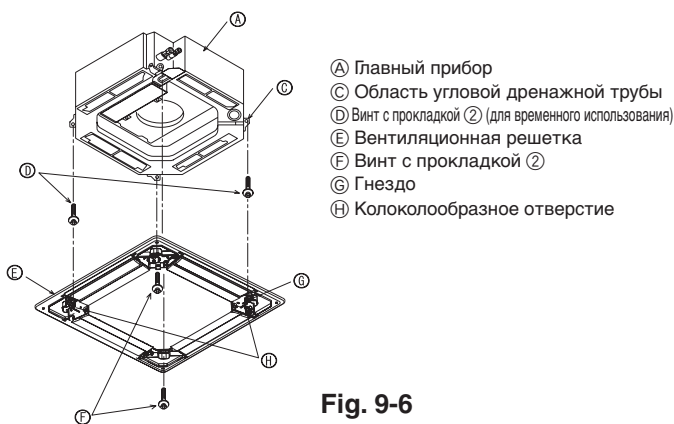
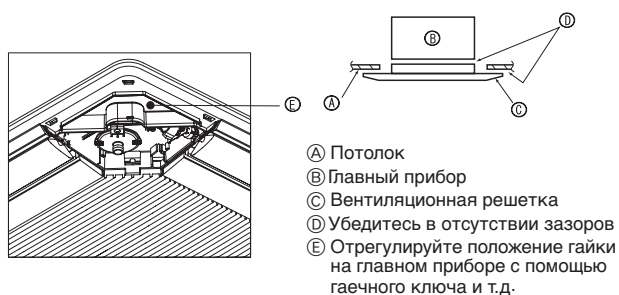

Fig. 9-6
Fig. 9-7
9.4.2. Временная установка вентиляционной решетки (Fig. 9-6)
- Временно закрепите решетку, используя колоколообразные отверстия, для чего установите гнездо ⑥ решетки в область угловой дренажной трубы главного прибора.
9.4.3. Крепление вентиляционной решетки (Fig. 9-7)